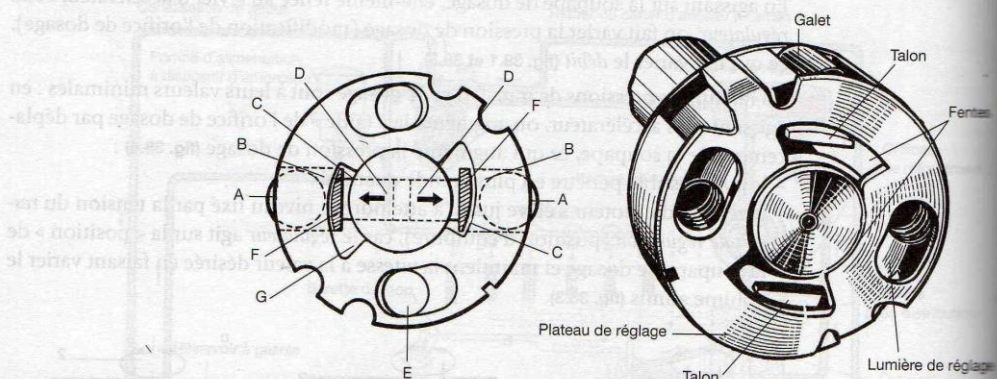
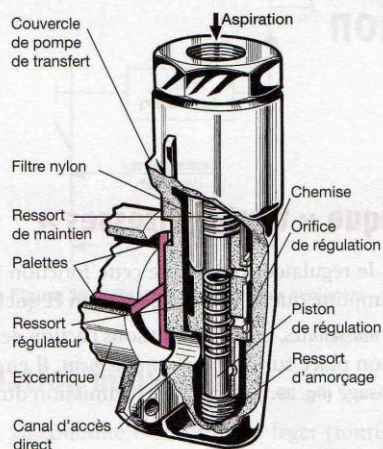

Figure 38.5. Système de réglage du débit maximal
Figure 38.7. Soupape régulatrice
Lors du refoulement, ces deux pistons sont actionnés par deux galets cylindriques (fig. 38.5) qui sont repoussés par les bossages des cames usinées à l'intérieur d'un anneau fixe à cames.
- un rotor d'entraînement (1) avec filetage à droite ou à gauche suivant le sens de rotation quelquefois équipé d'une rainure d'égalisation des pressions résiduelles pour obtenir une meilleure régularité des débits (fig. 38.5) ;
- deux palettes (3) coulissant dans les encoches du rotor assurent l'étanchéité sur la bague extérieure ;
- une bague extérieure excentrée (2), fixée dans la tête hydraulique dont le sens de montage est lié au sens de rotation de la pompe ;
- une soupape de régulation de pression (fig. 38.7 et 38.8) qui remplit deux fonctions :
La course des pistons du rotor étant déterminée par la quantité de combustible admise dans la chambre, il est possible d'obtenir un réglage de *débit maximal* limitant, vers l'extérieur, la course des patins porte-galets (fig. 38.5 et 38.6).
Le moteur à l'arrêt, le gazole ne peut passer d'une manière normale par la pompe de transfert (fig. 38.7). Le carburant arrivant à une pression très faible, il pénètre dans le *carter* de la soupape régulatrice suivant les flèches, repousse vers le bas le *piston* de régulation qui comprime le « ressort d'amorçage » et démasque le canal d'accès direct vers la tête hydraulique (fig. 38.9a).
Dès que l'amorçage est terminé, le **ressort d'amorçage** repousse le piston de régulation dans la **chemise** (fig. 38.7 et 38.9).